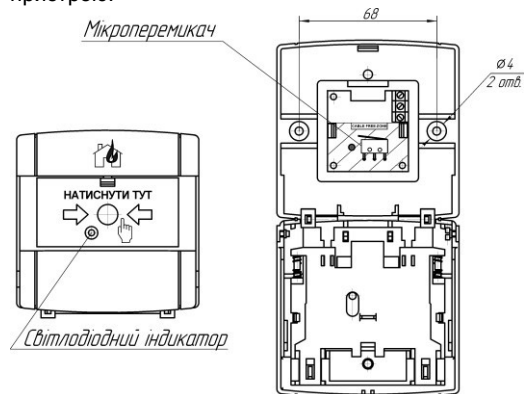

Рисунок 1 - Зовнішній вигляд (а) та внутрішня компоновка (б) пристроїв
3.1 Для монтажу необхідно відкрити пристрій натисканням ключа на защіпку у верхній частині його корпусу, протягнути проводи всередину і закріпити пристрій на стіні приміщення за допомогою дюбелів та гвинтів (див. рисунок 1). Підключення пристрою виконують згідно схеми, наведеної на рисунку 2. Рекомендований переріз проводів від 0,28 до 1,0 мм².